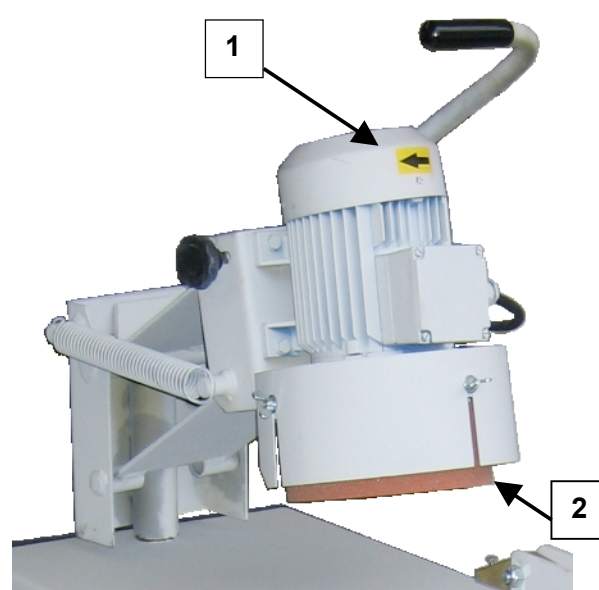

Figure 2 : Sens de rotation
- Le sens de rotation prescrit (Figure 2 : Sens de rotation) pour le disque d'affûtage doit être vérifié avant chaque processus de travail.